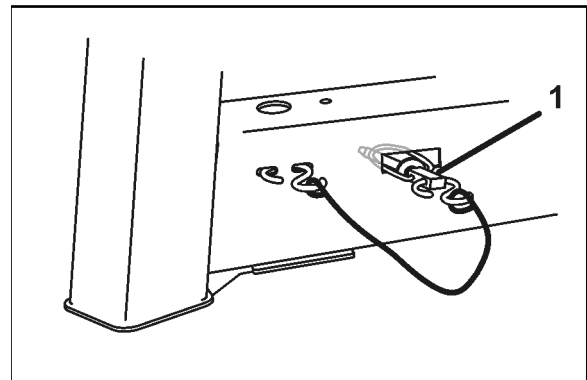

Fig. 44
5. Lenkbare Bremsrollen (Fig. 44/1) vorne
- o montieren und mit Klappstecker (Fig. 44/2) sichern,